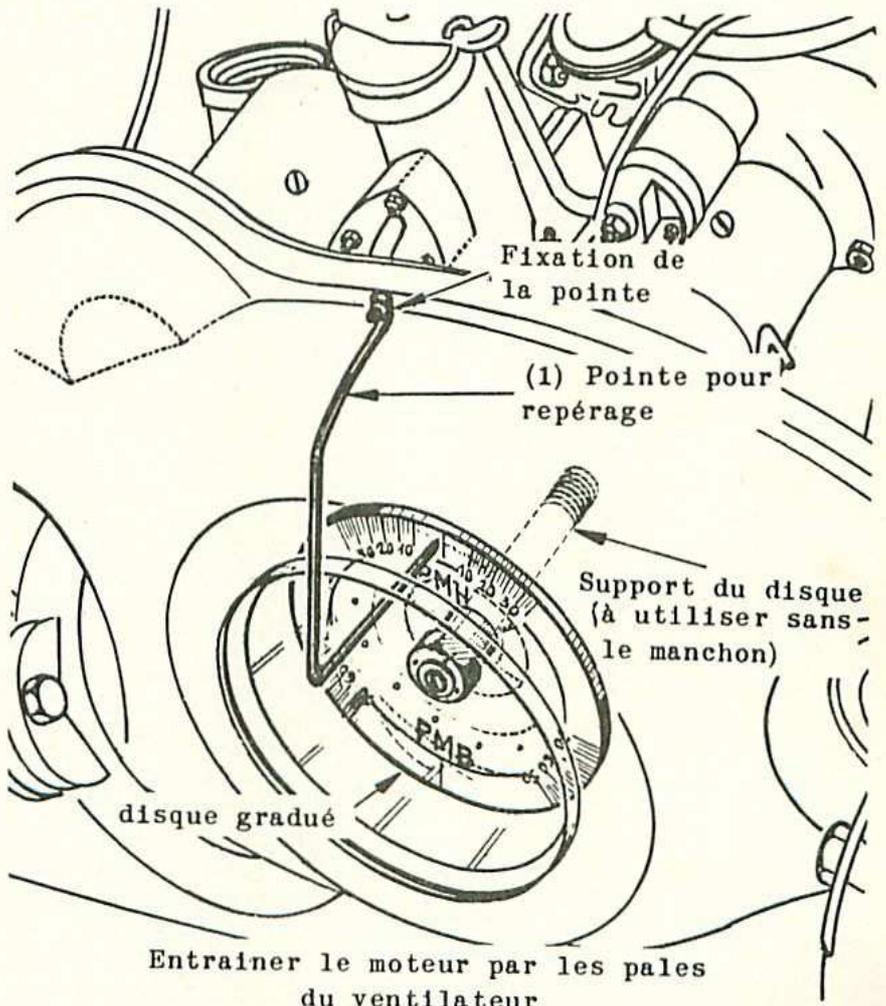

Fig. 17. — Vérification du calage de la distribution à l'aide du disque gradué Wilmonda D.A.G.
- Mettre le volant au P M H, puis poser le disque gradué et la pointe repère (1) (fig. 17). Faire coïncider la pointe avec le P M H du disque gradué. Déposer un couvercle de culbuteur (celui de la soupape dont on veut vérifier le point d'ouverture ou de fermeture) et mettre la soupape en levée maxi.